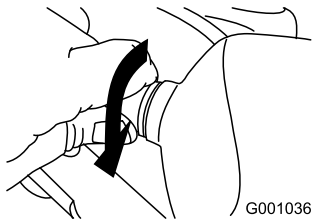

Figure 67
5. Tournez l'embase de l'ampoule dans le sens horaire jusqu'à ce qu'elle soit bien vissée (Figure 67).